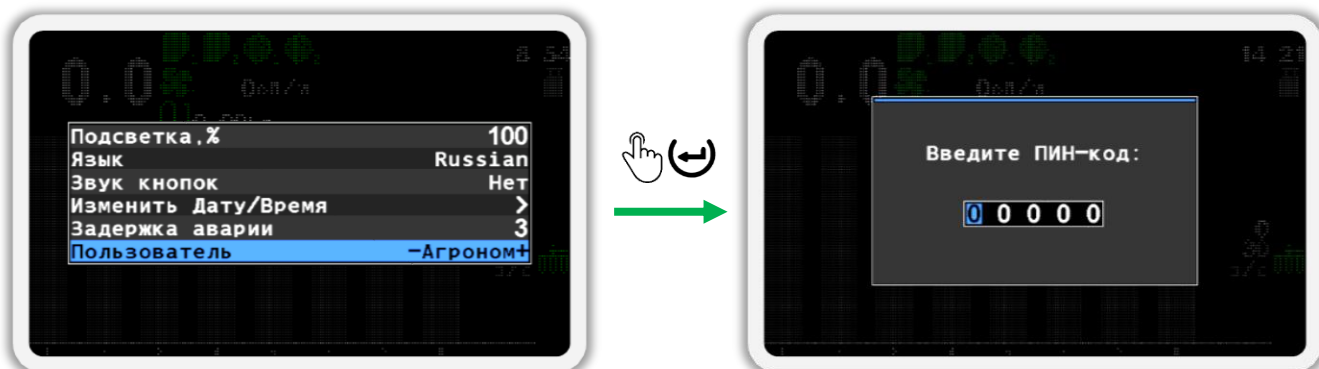

Рисунок 30
- Теперь выберите пользователя «Агроном» (см. Рисунок 30 слева). Для этого используйте кнопки  «Плюс» и  «Минус».
- В появившемся окне (см. Рисунок 30 справа) введите ПИН-код «88888». Цифра, значение которой можно изменять, отображается черным цветом на синем фоне. Для изменения её значения используйте кнопки  «Плюс» и  «Минус», а для перехода к другой цифре используйте кнопки  «Вверх» и  «Вниз».